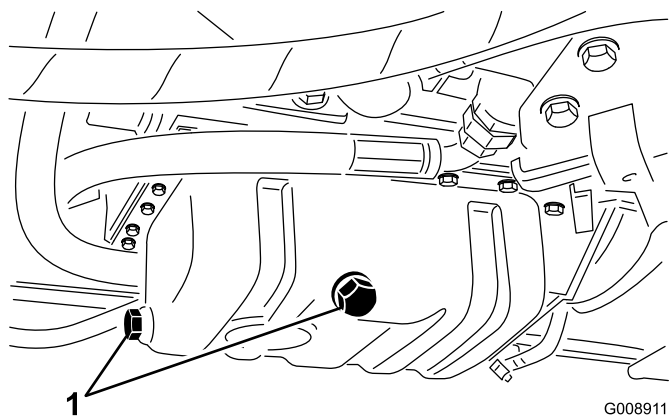

Figura 44
1. Retire cualquiera de los tapones de vaciado (Figura 44) y deje fluir el aceite en un recipiente apropiado. Cuando el aceite deje de fluir, coloque el tapón de vaciado.